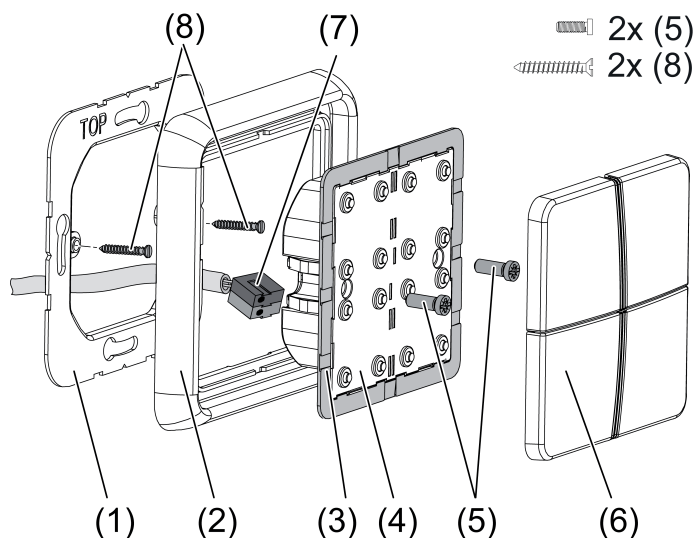

Рисунок 1: Монтаж модуля датчиков касания
- Установить переходную рамку (3) в правильном положении спереди на модуль датчиков касания (4) (рисунок 1). Соблюдать маркировку **TOP** = Верх.
- Опорное кольцо (1) или (14) установить в правильном положении на розетку прибора. Учитывать маркировку **TOP** = Верх; маркировка **A** или **B** спереди. Использовать исключительно прилагаемые винты для розеток (8).
- Установить рамку (2) на опорное кольцо.
- Расширительный модуль датчиков касания (15) предпочтительнее монтировать снизу. Проложить соединительный провод (16) между опорным кольцом и промежуточной перемычкой.
- Расширительный модуль датчиков касания: соединительный провод (16) установить в правильном положении в гнезде (17) в модуле датчиков касания. Не допускать раздавливания соединительного провода (рисунок 1).
- Модуль датчиков касания (4) с контактным зажимом KNX (7) подсоединить к KNX и установить на опорное кольцо.
- Закрепить модуль датчиков касания на опорном кольце с помощью прилагаемых пластмассовых винтов (5). Не затягивать пластмассовые винты слишком сильно.
- Перед монтажом кнопок (6) загрузите физический адрес в прибор (см. главу 4.2. Ввод в эксплуатацию).